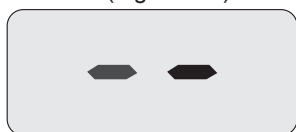
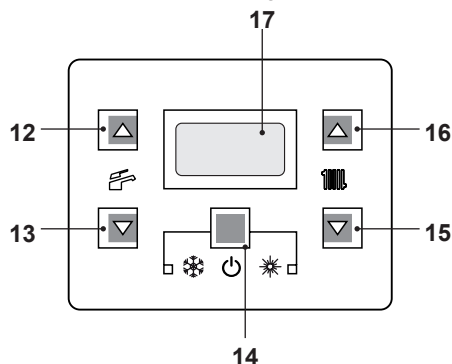

Figura 6.5
Figura 6.6
- Alimentare elettricamente la caldaia azionando l'interruttore bipolare previsto in installazione. Il display LCD visualizza il simbolo  (Figura 6.5).
- Tenere premuto per 2 secondi il tasto 14 fino a far apparire sul display entrambe i simboli  e  (Figura 6.6).
- Spegnerne la caldaia tenendo premuto per 2 secondi il tasto 14 (Figura 6.6) fino a far apparire sul display LCD il simbolo  (Figura 6.5).